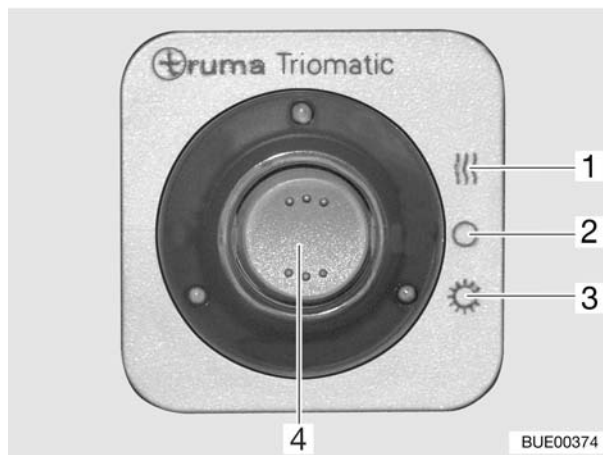

Fig. 113 Visualizzatore a distanza
Il visualizzatore a distanza (Fig. 113) segnala, all'interno del veicolo, quale bombola del gas è in funzione.
Impostare la modalità di funzionamento tramite l'interruttore a bilico (Fig. 113,4).
- Funzionamento invernale "On e riscaldamento" (Fig. 113,1)
- Spento (Fig. 113,2)
- Funzionamento estivo "On" (Fig. 113,3)